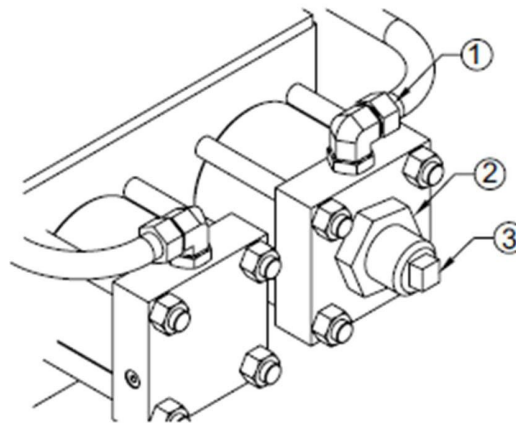

Figura 35: Ajuste do traço
Os ajustadores de curso do atuador evitam que o atuador se desloque demais durante uma condição à prova de falhas. Se o dispositivo acionado não limitar a rotação excessiva ou o deslocamento excessivo, os ajustadores de curso podem ser utilizados para essa finalidade. Esses ajustadores de curso podem reduzir a rotação do cilindro em 0 a 5 graus. Consulte a Figura 35 para obter detalhes.
4. Localize o encaixe hidráulico (1) conectado diretamente à tampa do cilindro do ajustador do curso, conforme mostrado na Figura 35. Afrouxe este encaixe para permitir que o óleo escape durante este processo de ajuste. Certifique-se de capturar qualquer óleo que escape.
5. Afrouxe a contraporca (2), mostrada na Figura 35, girando no sentido anti-horário. Afaste esta contraporca 4 a 5 voltas e mova a arruela escareada para longe da vedação de rosca e contra a contraporca reposicionada.
8. O ajuste do curso do atuador agora pode ser feito usando a haste de ajuste rosqueada (3), mostrada na Figura 35.